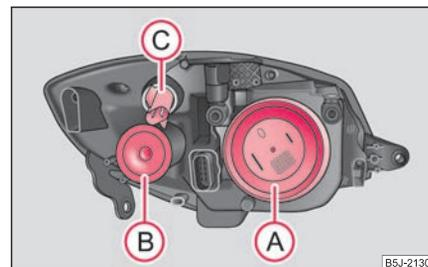

Abb. 207 Scheinwerfer vorn:
Positionen der Glühlampen im Scheinwerfer vorn ⇒ Seite 225, Abb. 207.
- Nehmen Sie die Schutzkappe ab (A) ⇒ Seite 225, Abb. 207.
- Drehen Sie die Lampenfassung **C** nach links ⇒ Seite 225, Abb. 207 und nehmen Sie die Lampenfassung mit der Glühlampe heraus.
- Nehmen Sie die Schutzkappe ab **B** ⇒ Seite 225, Abb. 207.